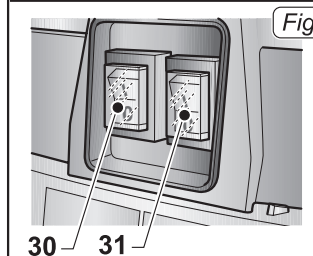

Fig. 15
- Нажмите кнопку (30 Рис.15) в положение "I", чтобы начать воздухозаборник двигателя, лампочки горят, если они присутствуют на переключателе.
- В соответствии с требуемой мощностью можно включить только один двигатель, установив переключатель (30 Рис.15) на "I", или оба переключателя (30 и 31 Рис.15), если требуется большая всасывающая сила. Лампочки горят, если они присутствуют на переключателе.
- Нажмите переключатели (30, 31 Рис. 15) в положение "0" для отключения аппарата; свет, если находится на переключателе, выключается.